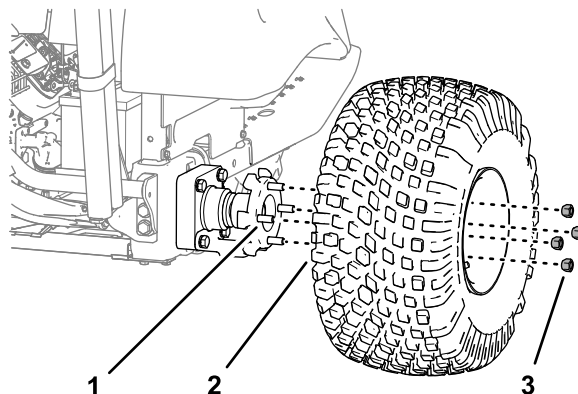

Bild 30
2. Entfernen Sie die vier Radmuttern, mit denen das Rad an der Nabe befestigt ist, und nehmen Sie das Rad ab (**Bild 30**).
7. Setzen Sie das Rad auf die Bolzen der Radnabe (Bild 30) und befestigen Sie es mit den 4 Radmuttern, die Sie im Schritt 2 entfernt haben, und ziehen Sie die Muttern von Hand an.